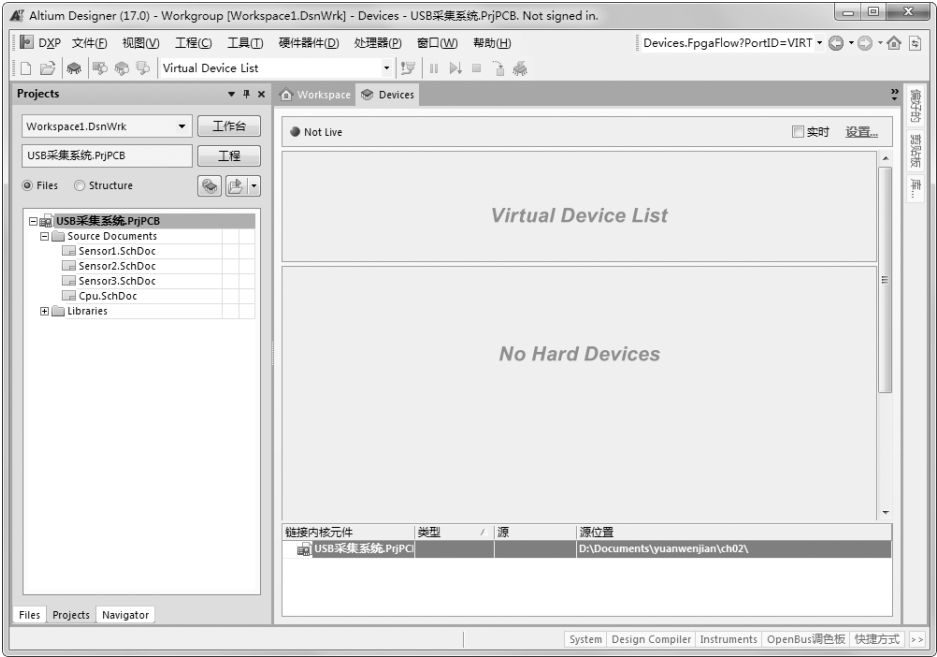

图 1-13 器件视图窗口
(4) “器件视图”命令：用于打开器件视图窗口，如图 1-13 所示。